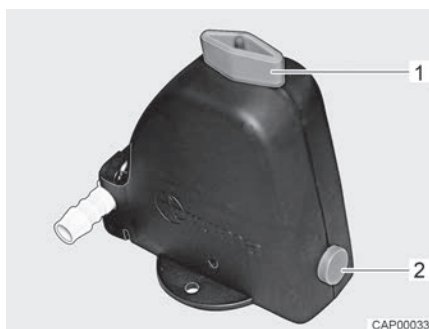
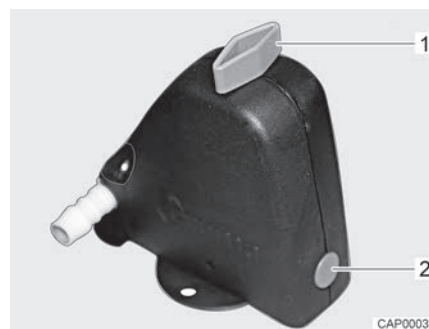

Bild 190 Säkerhets-/avtappningsventil öppen
Bild 191 Säkerhets-/avtappningsventil stängd
- Stäng säkerhets-/avtappningsventilen. Ställ vredet (Bild 190,1) diagonalt mot säkerhets-/avtappningsventilen och tryck in tryckknappen (Bild 190,2). Den stängda säkerhets-/avtappningsventilen visas i Bild 191. Vid temperaturer lägre än 6 °C kan säkerhets-/avtappningsventilen inte stängas.